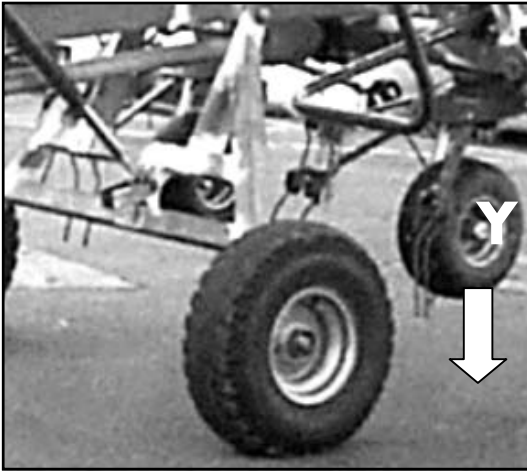

Fig. 3-15
1. En agissant sur le vérin du train de roulement, abaisser la machine jusqu'à ce que les roues de toupies (Y) touchent légèrement le sol (fig. 3-15).